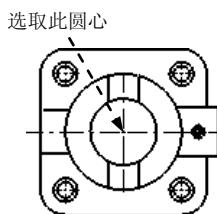

图 9.4.21 选取剖切点
Step3. 在“剖面视图”对话框中选择 **半剖面** 选项卡，在 **半剖面** 区域单击 按钮，然后选取图 9.4.21 所示的圆心。